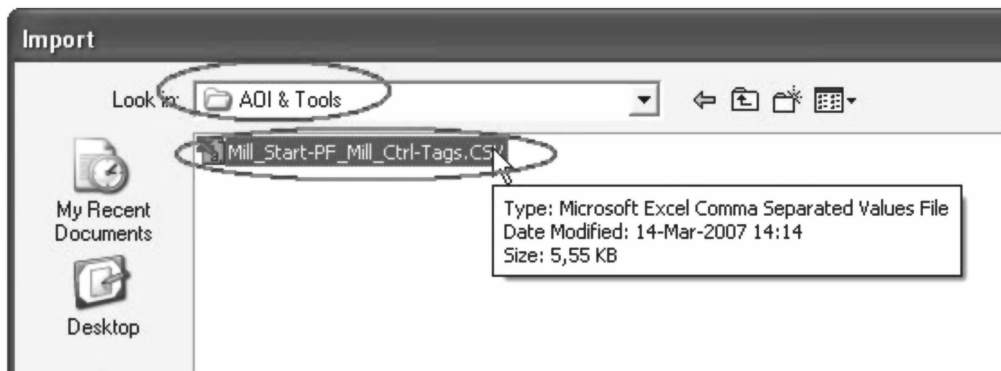

图 19-4 导入对话框
- 对于其他参数和标签, 请选择“工具→导入”(Tools→Import), 然后从“Mill_Start-PF_Mill_Ctrl - Tags. CSV”导入标签, 如图 19-4 所示。